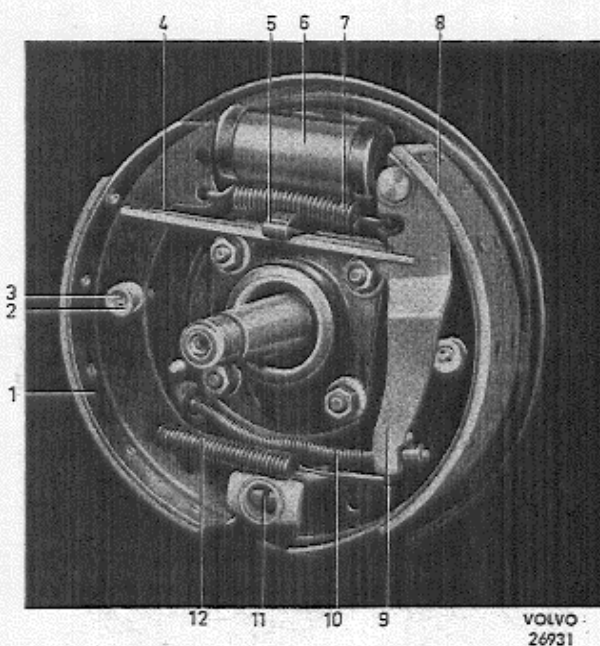

Abb. 45. Hinterradbremse.
2. Die vorbereiteten Original-Bremsbeläge aufnieten. Der vordere Belag wird unten an der Backe und der hintere Belag oben angebracht, siehe Abb. 45. Niete entsprechend den Angaben im Abschnitt „Technische Daten“ und eine Nietpresse mit passenden Dornen verwenden. Mit dem Aufnieten in der Mitte des Belages beginnen und dann auswärts den Enden zu fortsetzen. Darauf achten, daß der Belag über die gesamte Länge gut an der Bremsbacke anliegt.
3. Die Handbremslasche vorschriftsmäßig anbringen. Die untere Rückholfeder einhaken und die vordere Bremsbacke mit Führungsstift und Sicherungsklammer anbringen. Die obere Rückholfeder mit Bremsfederzange einhaken. Werkzeug SVO 4074 entfernen. Die Federklammer (5 Abb. 45) anbringen.